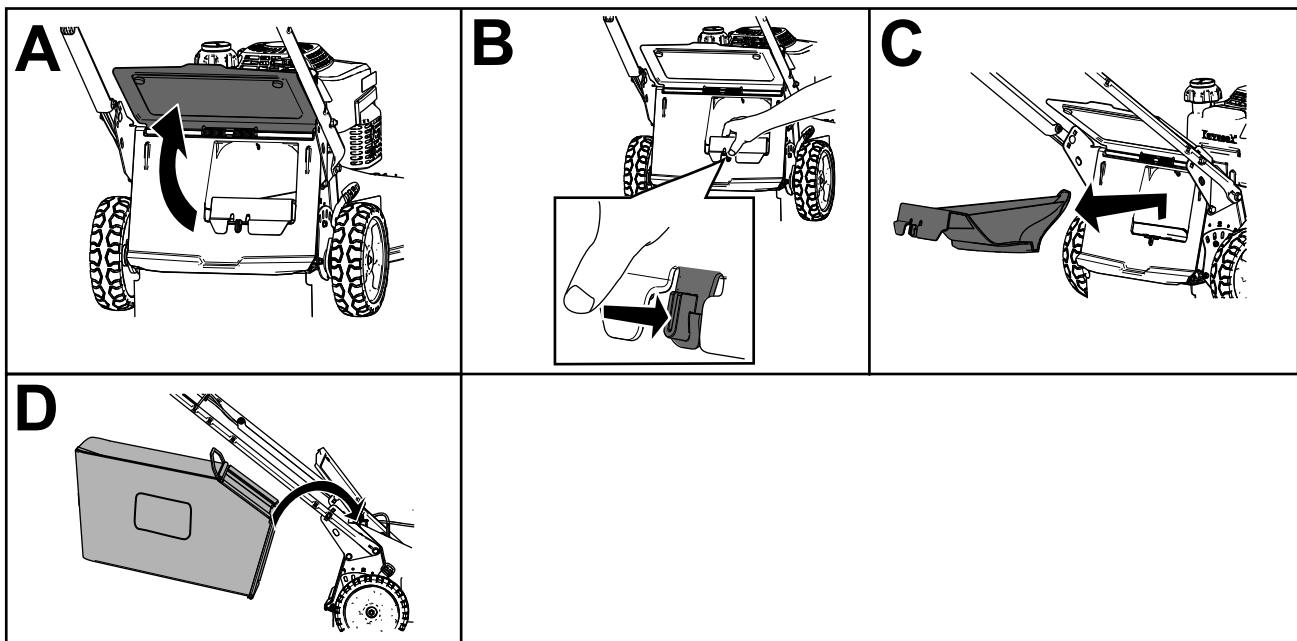

Figura 21
2. Sollevate il deflettore posteriore e tenetelo sollevato (A di Figura 21).
3. Rimuovete il coperchio di scarico posteriore premendo il fermo con il pollice ed estraendo il coperchio dalla macchina (B e C di Figura 21).
4. Installate le estremità dell'asta del cesto nelle tacche alla base della stegola e spostate il cesto avanti e indietro per accertare che le estremità dell'asta del cesto siano posizionate in fondo a entrambe le tacche (D di Figura 21).